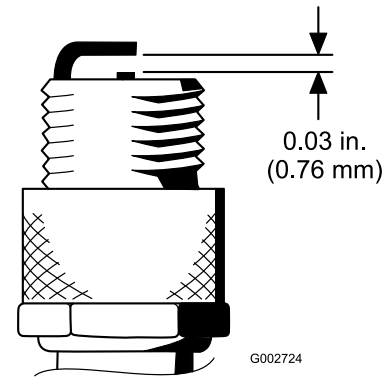

Figura 28
4. Verificate che la distanza tra gli elettrodi centrale e laterale sia 0,76 mm come mostrato in Figura 28